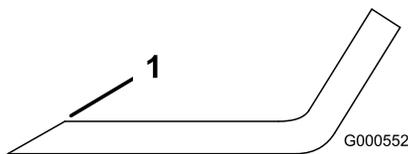

Figura 82
1. Affilate i taglienti da entrambe le estremità della lama con una lima (Figura 82).
**Nota:** Se la lama non è bilanciata, limate del metallo soltanto dalla costa (Figura 82).